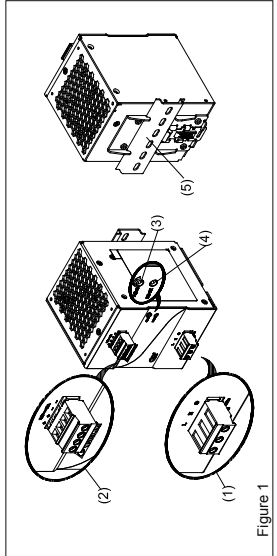

Figure 1
- 2. Gerätebeschreibung (Abb. 1)**
- 5.1. Anschluss der Eingangsklemmen (Abb. 1 (1), Abb. 6)**
- 5.2. Anschluss der Ausgangsklemmen (Abb. 1 (2))**
Verwenden Sie die Schraubklemmen „+“ und „-“, um den 24Vdc-Anschluss herzustellen. Am Ausgang stehen 24Vdc zur Verfügung. Die Ausgangsspannung kann am Potentiometer zwischen 24 und 28Vdc eingestellt werden. Die grüne LED „DC OK“ zeigt die korrekte Funktion des Ausgangs an (Abb. 1 (4)). Das Gerät verfügt über einen Kurzschluss-, Überlast- und Überspannungsschutz, der auf 35Vdc begrenzt ist.